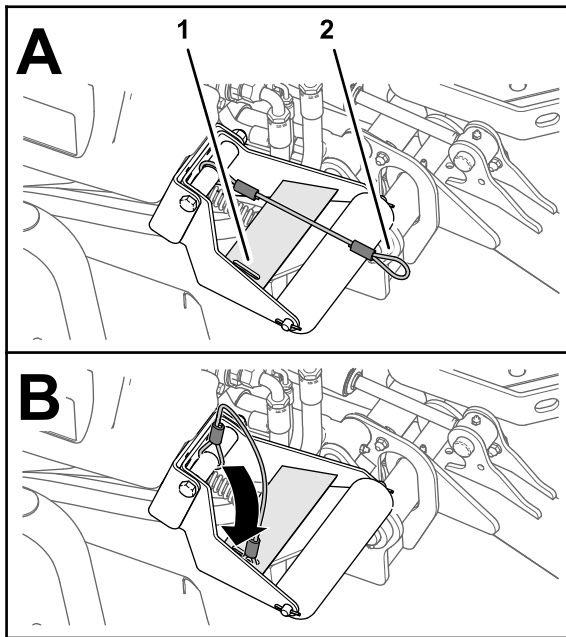

Bild 34
4. Schieben Sie die Schleife der Verbindungseile bei abgesenkten Mähwerken in den Schlitz in der Verstärkungsplatte der Rollenstütze (Bild 34).